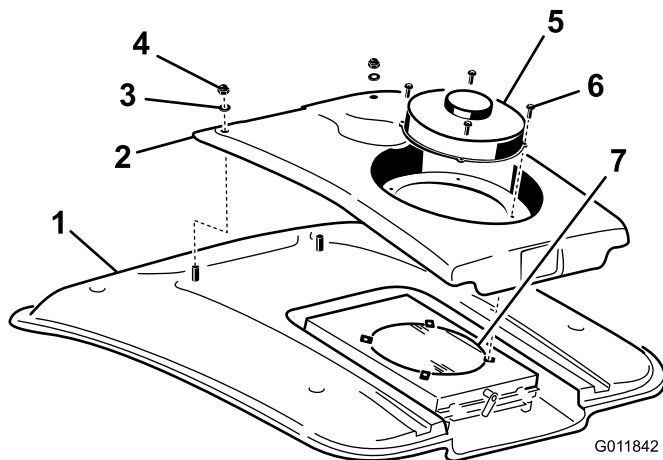

Bild 91
2. Entfernen Sie die (4) Schrauben, mit denen der Lüfter und die Kondensatorabdeckung an der Lüfterbefestigung befestigt ist (Bild 91).
4. Entfernen Sie die zwei Schrauben und Scheiben, mit denen die Vorderseite der Kondensatorabdeckung am Kabinendach befestigt ist (Bild 91).
8. Reinigen Sie den Klimaanlage-Kondensator gründlich mit Druckluft (Bild 91).